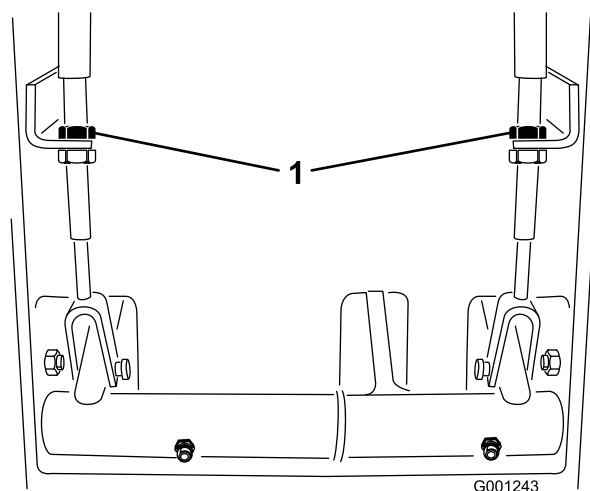

Figure 62
2. Pour réduire la garde aux pédales de frein, serrez les freins en desserrant l'écrou avant sur l'extrémité filetée du câble de frein (Figure 62). Serrez l'écrou arrière pour déplacer le câble en arrière jusqu'à obtention d'une garde de 13 à 25 mm.